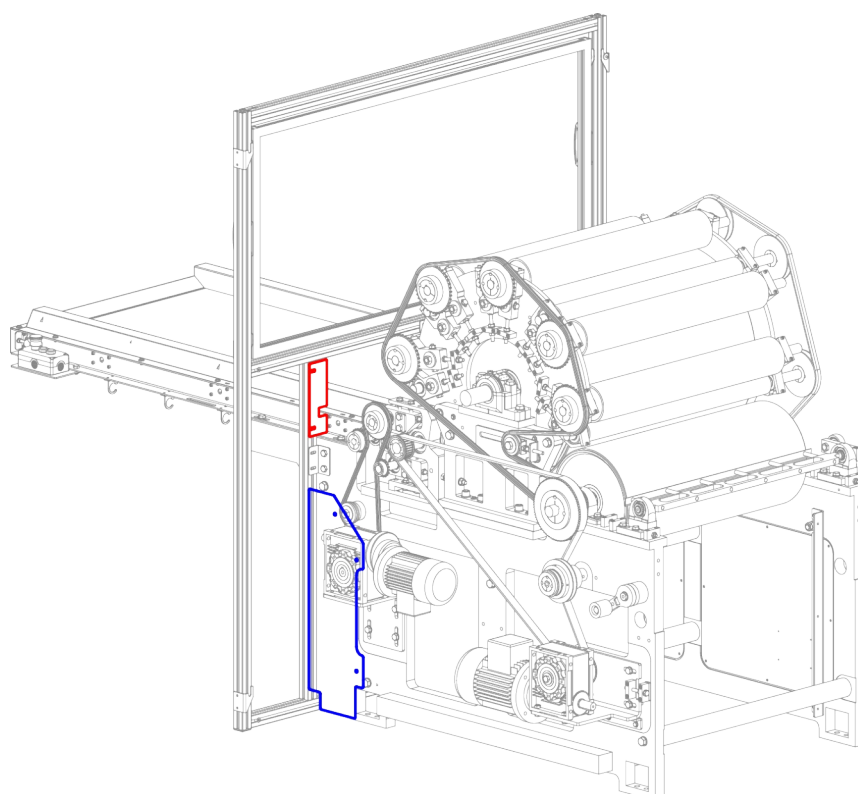

Figura 4.4.6 – Posizionamento dei carter di protezione superiore e inferiore
- Fissare i due carter di protezione superiori (vedi dettaglio in **rosso** nella Figura 4.4.6) e i due carter di protezione inferiori (vedi dettaglio in **blu** nella Figura 4.4.6).